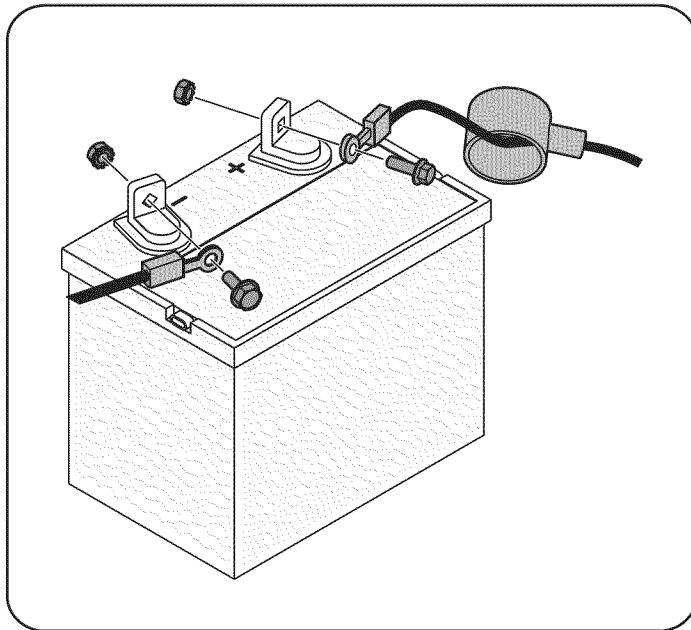

Figura 29
1. Quite la cubierta de plástico, si está presente, desde el terminal positivo de la batería y conectar el cable rojo al terminal positivo de la batería (+) con el perno y tuerca hexagonal. Véase la Figura 29.
2. Quite la cubierta de plástico, si está presente, desde el terminal negativo de la batería y conectar el cable negro al terminal negativo de la batería (-) con el perno y tuerca hexagonal. Véase la Figura 29.